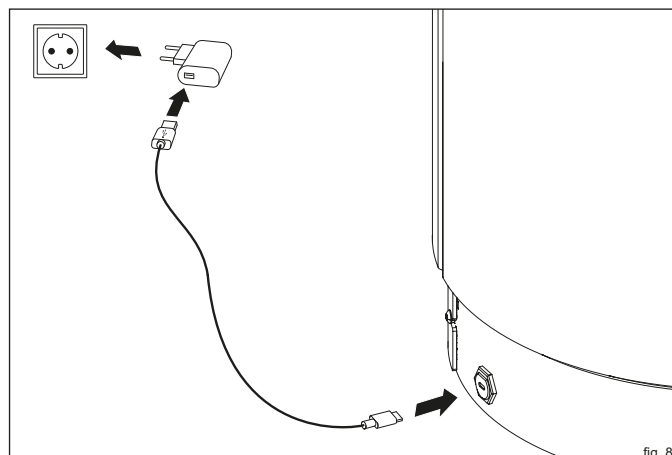

fig. 8
- Collegare il cavo USB-C con il raccordo presente sulla stufa e con la spina (fig. 8).
- Collegare la spina con la rete elettrica (fig. 8).